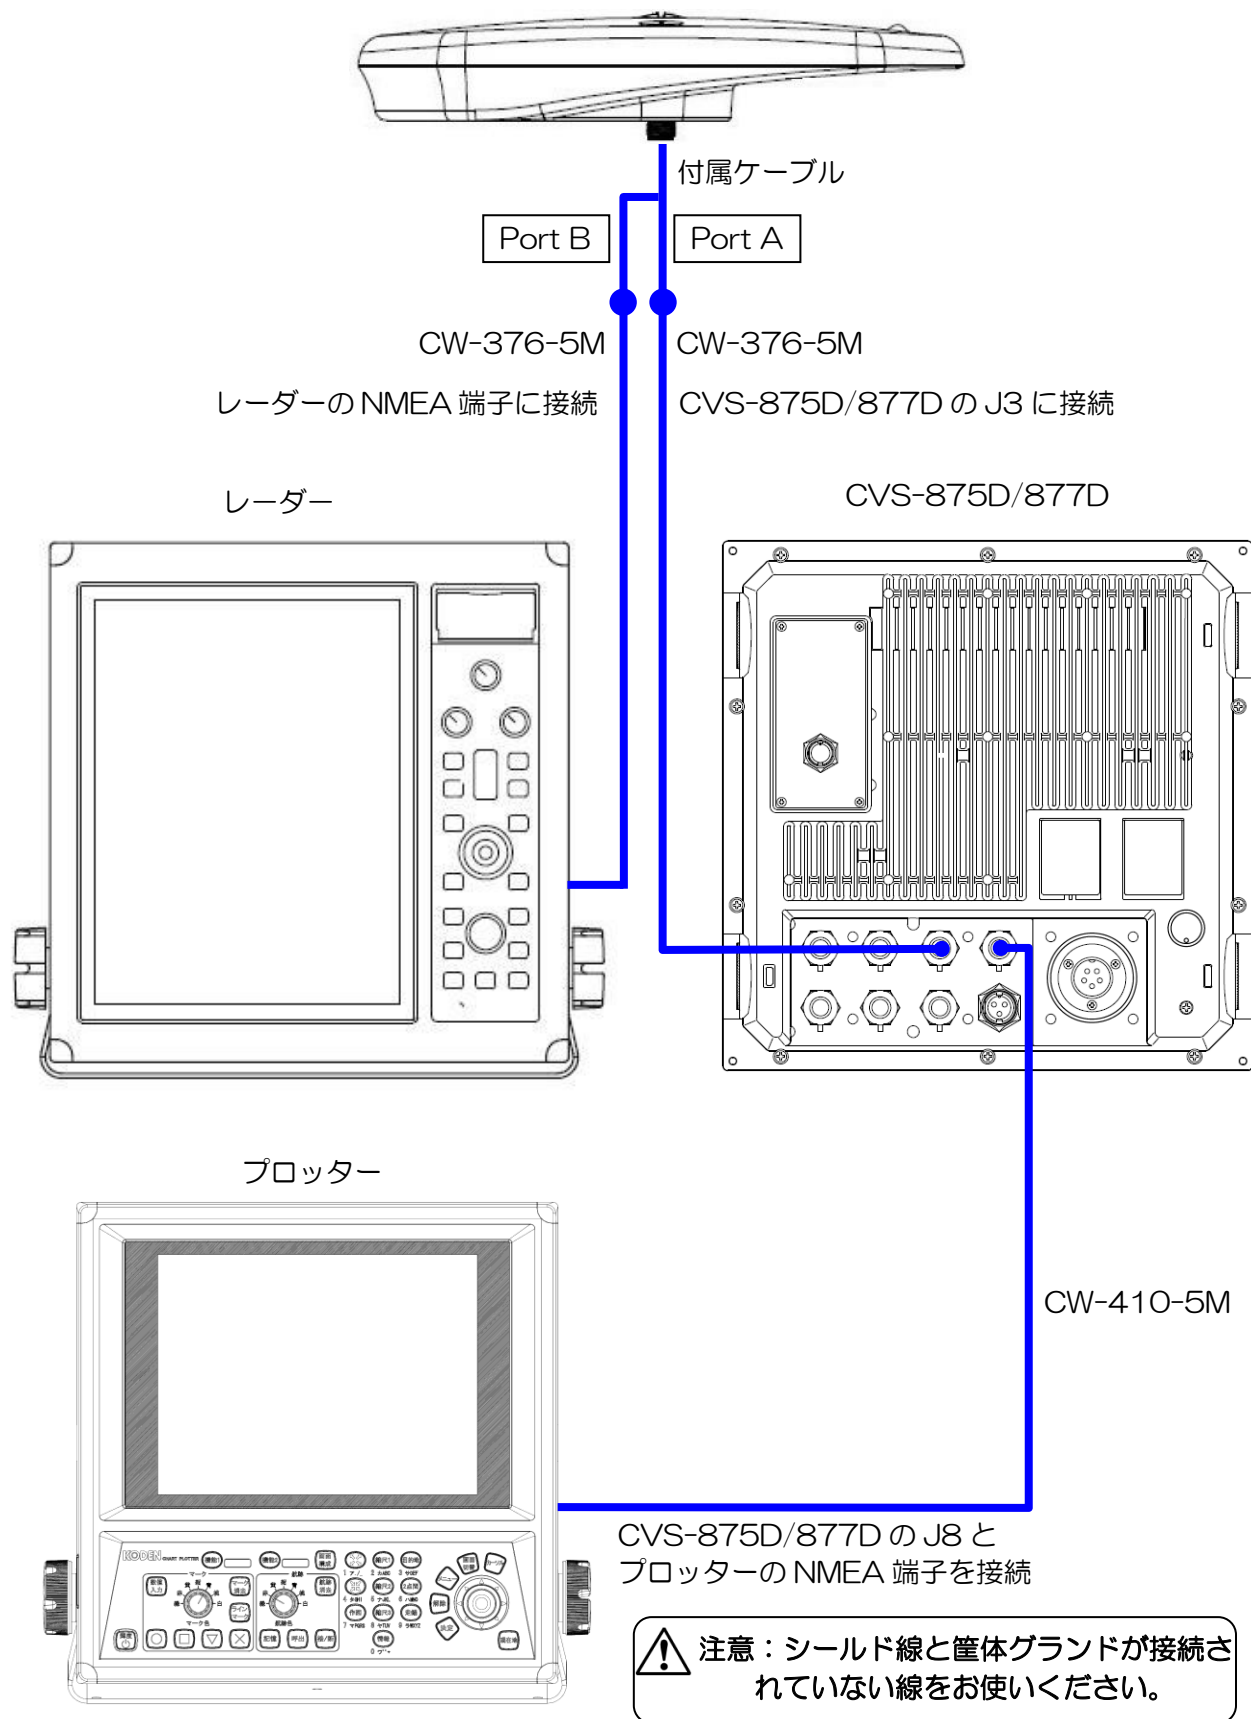
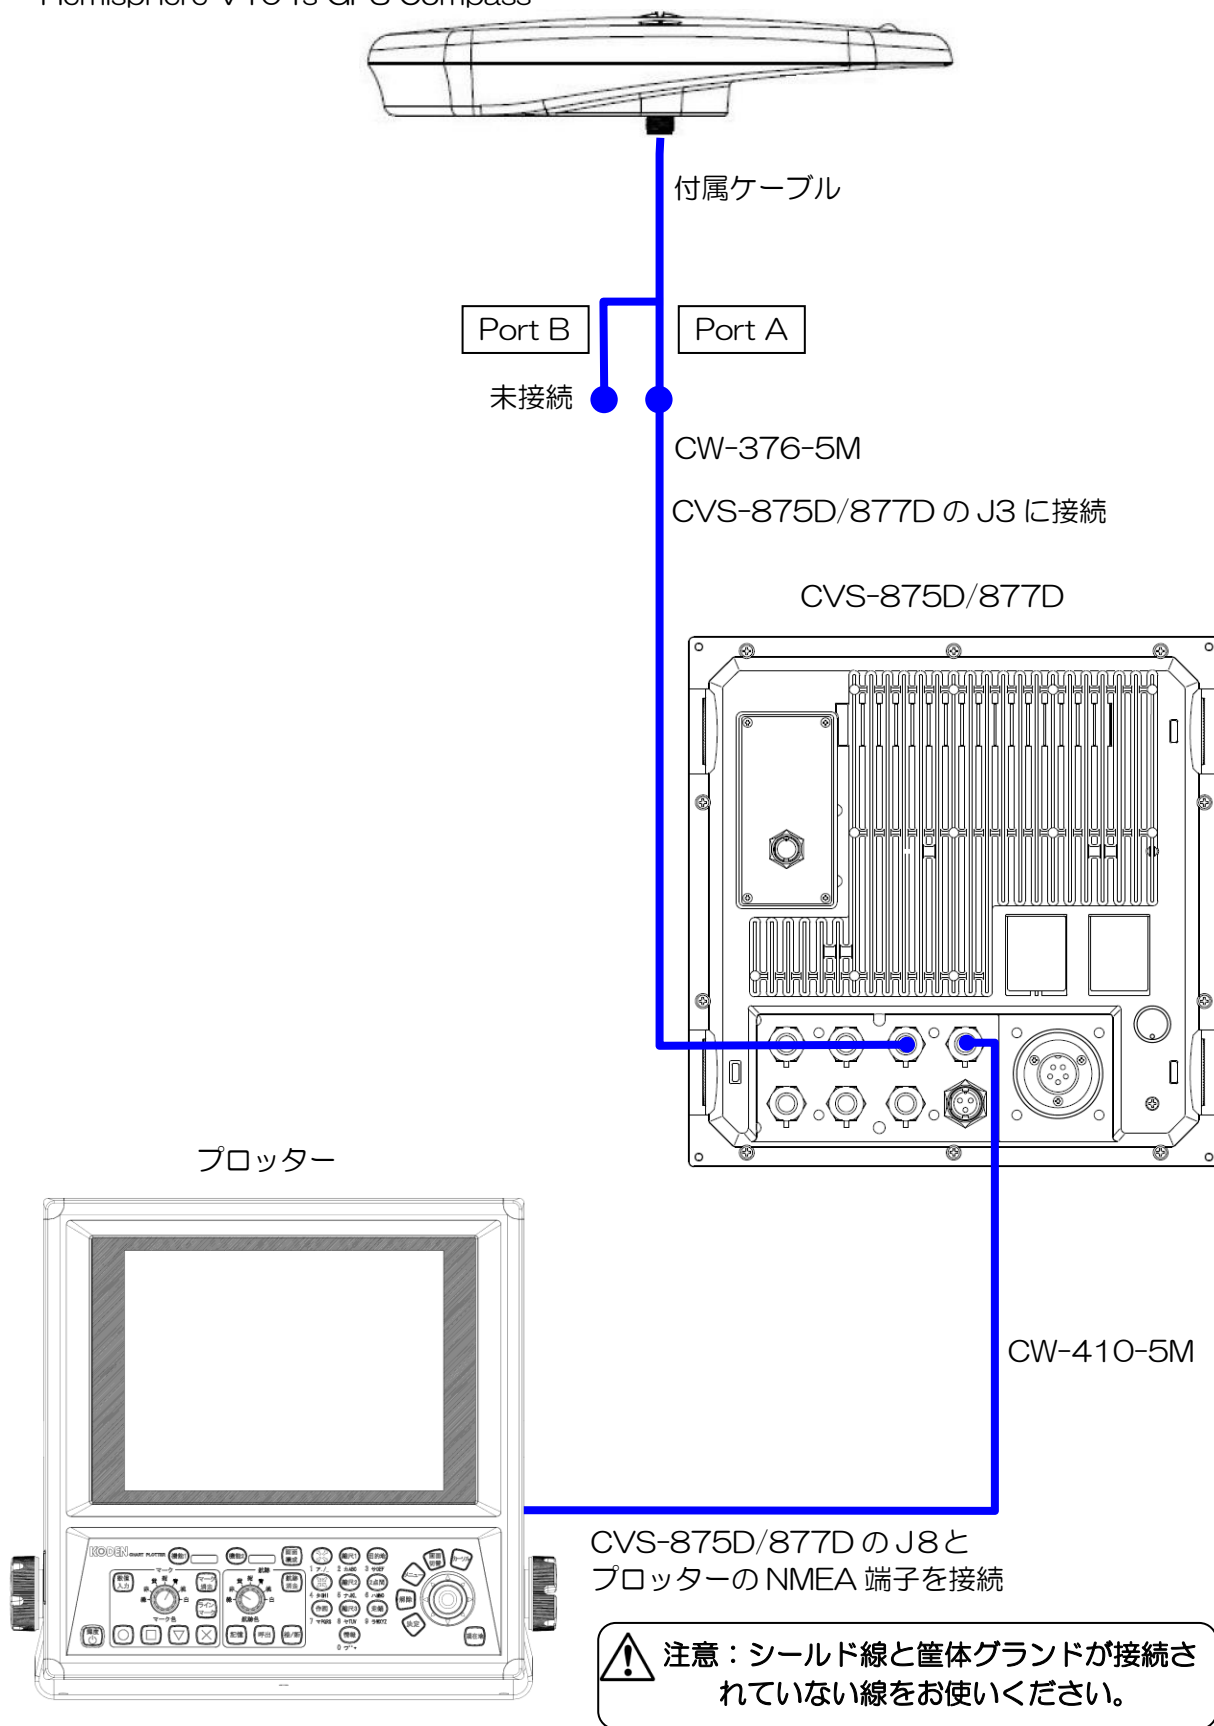

図 1.64 総合接続図 4
図 1.66 総合接続図 6
3) レーダーにも接続し GPS コンパスとして接続する場合は、Port B と半田付けが終了した CW-376-5M をレーダーの NMEA 端子へ接続してください。(図 1.64 総合接続図 4 参照)
それ以外の場合は Port B との接続の必要はありません。(図 1.66 総合接続図 6 参照)
4) 図 1.64 総合接続図 4～図 1.66 総合接続図 6 を参照して、CVS-875D/877D の J8 端子と NMEA で通信する他の機器を接続してください。